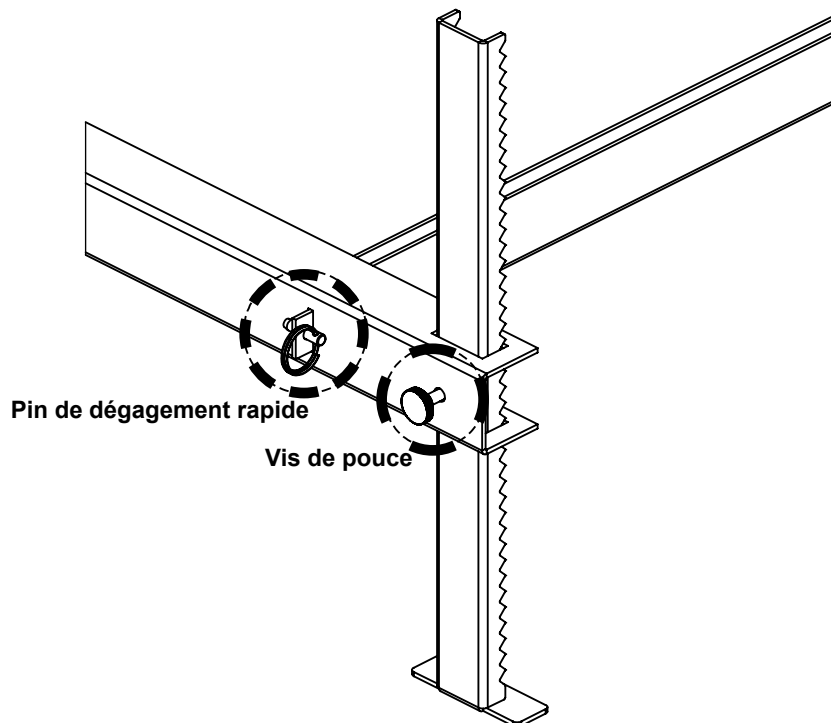

Figure 12: Rail avant
5. Attachez le rail avant utilisant les goupilles de dégagement rapide suivant les indications de fig. 12.
6. Ajustez la taille de jambe et fermez- à clefles en utilisant les vis de pouce. (Figure 12)